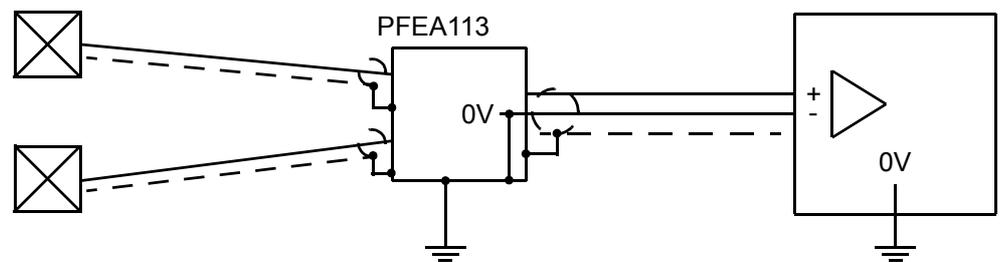
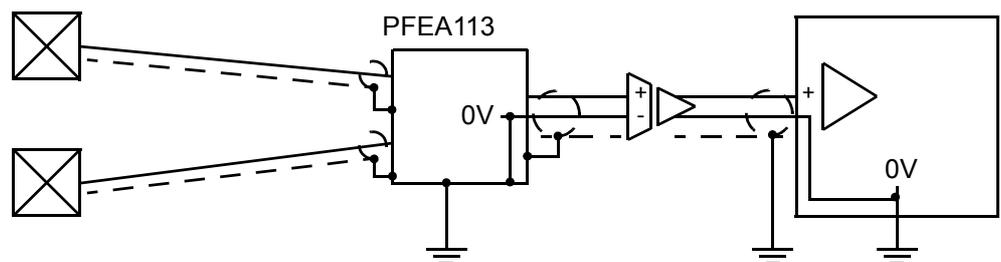

Abbildung 2-6. Anschluss eines übergeordneten Systems mit isoliertem Eingang oder Differentialeingang
Abbildung 2-7. Anschluss eines übergeordneten Systems über einen Trennverstärker
- Da die Signalerdung des Messsystems an die Gehäusemasse der Bahnzugelektronik angeschlossen ist, darf der Eingang von einem übergeordneten System, das mit dem Steuersystem verbunden ist, nicht geerdet sein. Die beste Art der Verbindung von Messsystem und einem übergeordneten System zur Sicherstellung der optimalen Funktionsweise geht aus Abbildung 2-6 und Abbildung 2-7 hervor.